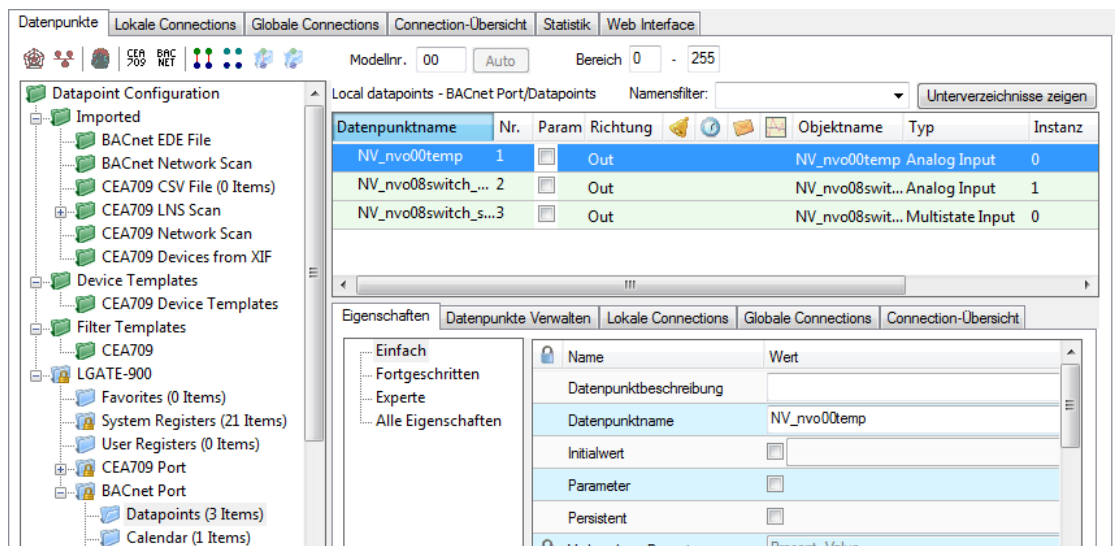

Abbildung 48: Automatisch erzeugte BACnet-Objekte im Ordner BACnet Port.
11. Die erstellten BACnet-Objekte erscheinen im Ordner **Datapoints** unter dem **BACnet Port**-Ordner wie in Abbildung 48 gezeigt. Diese Objekte sind auch bereits automatisch mit den entsprechenden NVs verbunden.